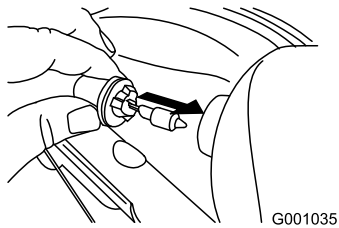

Bild 58
4. Setzen Sie eine neue Glühlampe hinten am Scheinwerfer ein (Bild 58).